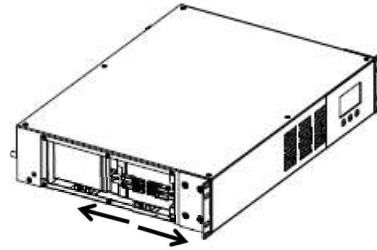

Figure 7
3. Débranchez le module de batterie interne en séparant les connecteurs Anderson. (FIG. 7).